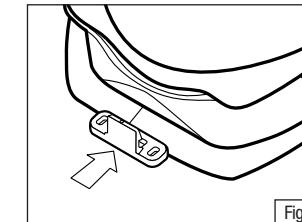

Fig. 1
2. Posicione a trava sobre a superfície dianteira da moldura com o fecho voltado para a frente de modo que a trava sobreponha-se ao reforço da moldura. Assegure-se de que o centro da trava (marca circular na parte superior) está alinhado com o centro da moldura. (Fig. 1)